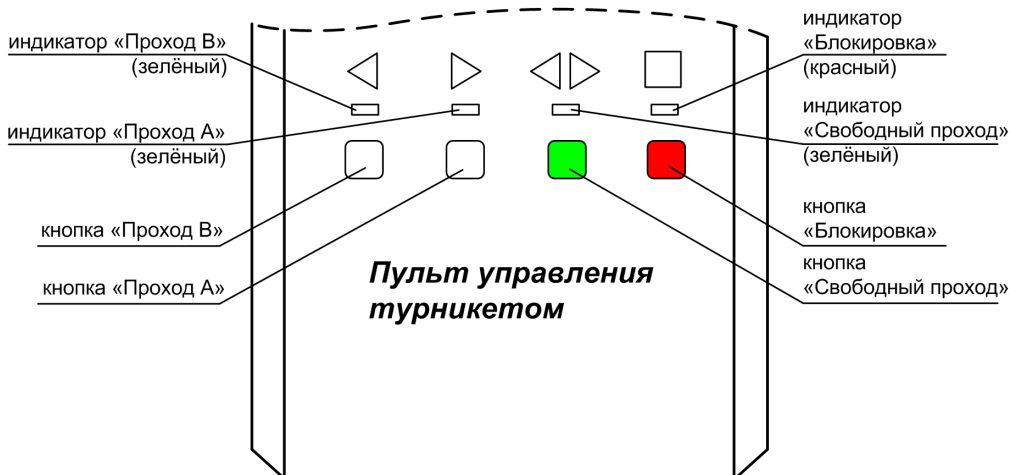

Рис.2 Пульт управления турникетом
Пульт управления турникетом (рис.2) предназначен для ручного дистанционного управления турникетом. Имеет четыре кнопки для включения (отключения) следующих режимов турникета (в порядке возрастания приоритета):
- в режиме «Ожидания» нажмите на пульте кнопку «▶» («Проход А») (рис.2). Засветится зелёным соответствующий индикатор состояния турникета – разрешен однократный проход, проверните планки. После проворота соответствующий индикатор состояния турникета засветится красным – турникет снова в режиме «Ожидания»;